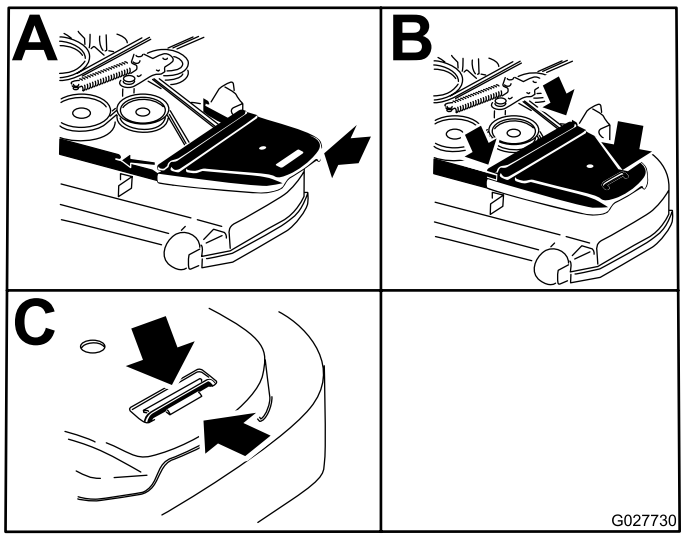

Figura 85
12. Instale las cubiertas de la correa (Figura 85).